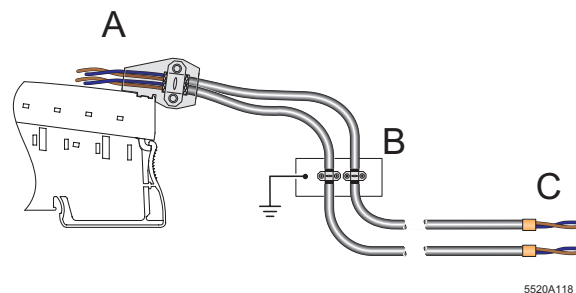

Abb. 5 Anschluss von zwei analogen Sensoren mit separaten Leitungen
Schließen Sie die Sensoren über separate Sensorleitungen zum Schutz vor Erdschleifen wie folgt an (siehe Abb. 5).
- Montieren Sie vor der Inline-Klemme eine Sammelschiene mit Verbindung zum Erdpotential (siehe B in Abb. 5).
- Führen Sie die Sensorleitungen weiter zu der Inline-Klemme und schließen den Schirm über die Schirmanschlussschelle des Schirmsteckers an (siehe A in Abb. 5).
- Führen Sie die Sensorleitung **isoliert** an den Sensor (siehe C in Abb. 5).